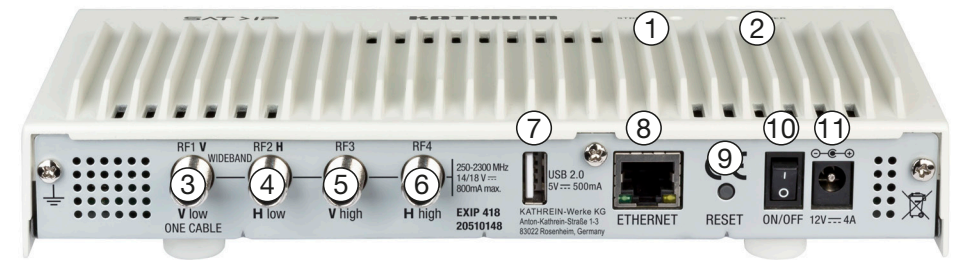

Abb. 3: EXIP 418: Rückseite
1. Sie müssen die vier Eingangskabel entsprechend der Spannungsbelegung (Abb. 3) richtig anschließen.